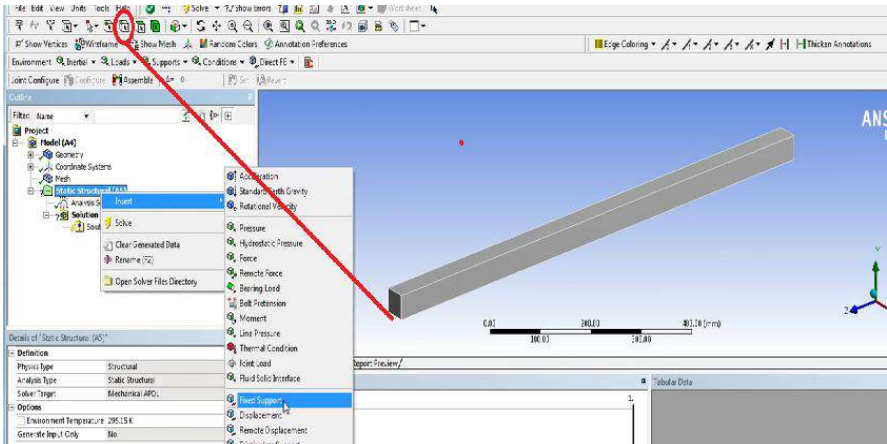

Рис. 8. Задання граничних умов
4.5. Задаємо варіант закріплення лівого краю балки (рис. 8):